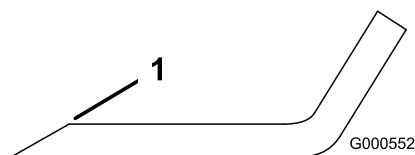
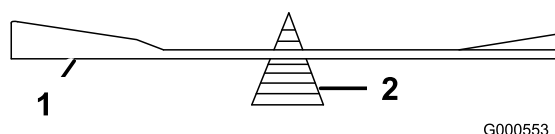

Figure 50
Figure 51
1. Au moyen d'une lime, aiguissez les tranchants aux deux extrémités de la lame (Figure 50). Veillez à conserver l'angle de coupe d'origine. Limez la même quantité de métal sur chacun des deux tranchants pour ne pas déséquilibrer la lame.
2. Vérifiez l'équilibre de la lame en la plaçant sur un équilibreur (Figure 51). Si la lame reste horizontale, elle est équilibrée et peut être utilisée. Si la lame est déséquilibrée, limez un peu l'extrémité de la partie relevée seulement (Figure 50). Répétez cette procédure jusqu'à ce que la lame soit équilibrée.